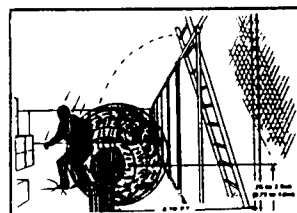

Fig. 15
4. Migliore sicurezza. Scegliere la dislocazione migliore come sicurezza e come assenza di falsi allarmi. Dislocare sempre la barriera all'interno di un recinto o di una zona comunque protetta dall'ingresso di veicoli o di grossi animali. L'altezza tipica di fissaggio deve essere compresa tra m 0,7 e m 1 dal terreno, la distanza dalla rete deve essere tale da garantire un'efficace protezione (Fig. 15 e 16).